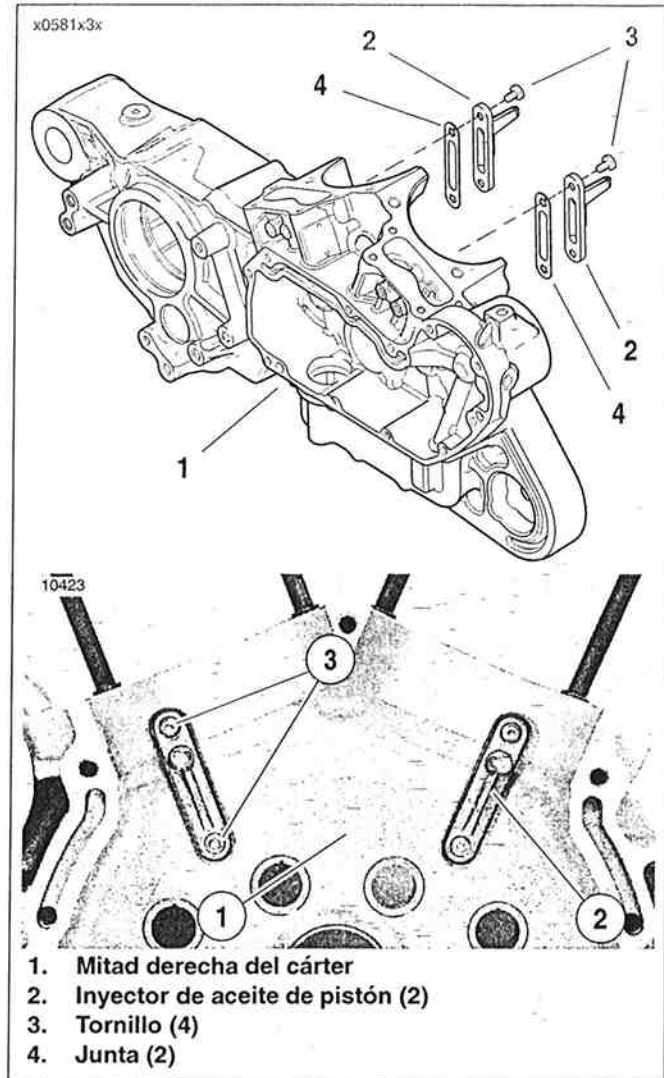

Figura 3-105. Conjuntos de los inyectores de aceite de pistón
Vea la Figura 3-105. Junta (4) es parte del conjunto del inyector de aceite del pistón (2) y no se vende por separado.
1. Vea la Figura 3-105. Con el inyector de aceite apuntando hacia arriba, instale los conjuntos **nuevos** de inyectores de aceite del pistón (2) con juntas (4) en la mitad derecha del cárter.
2. Aplique Loctite Low Strength Threadlocker (fijatornillos Loctite de baja fuerza) 222 (púrpura) a las roscas de los tornillos TORX (3).